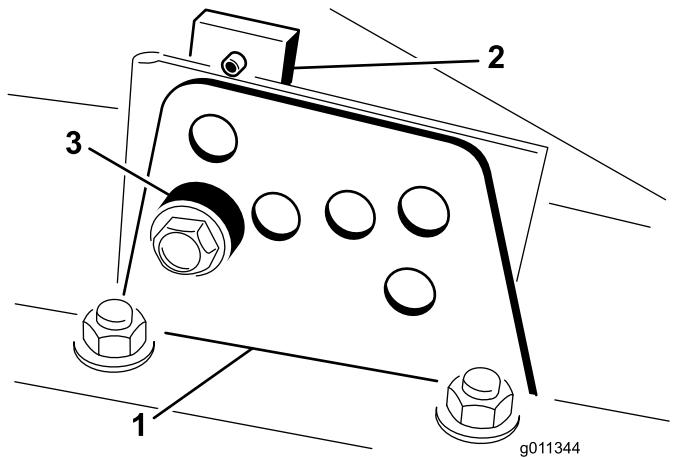

Рисунок 21
2. Ослабьте болт, который крепит каждый кронштейн высоты скашивания к пластине регулировки высоты скашивания (с передней и боковых сторон), как показано на Рисунок 21.
- Удерживая камеру, снимите проставку (Рисунок 21).